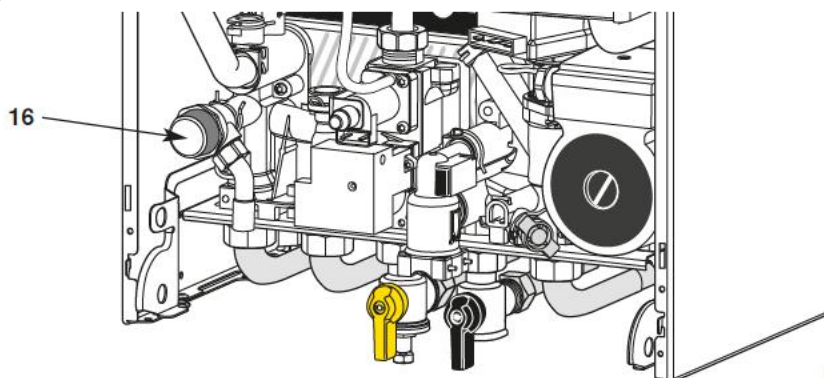

Рис. 9
- установите вентили и соединительные патрубки (рис. 9)